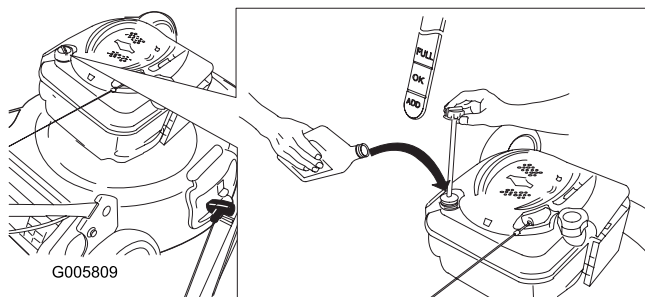

Figure 12
1. Retirez la jauge, essuyez-la sur un chiffon et remettez-la dans le goulot de remplissage (Figure 12).